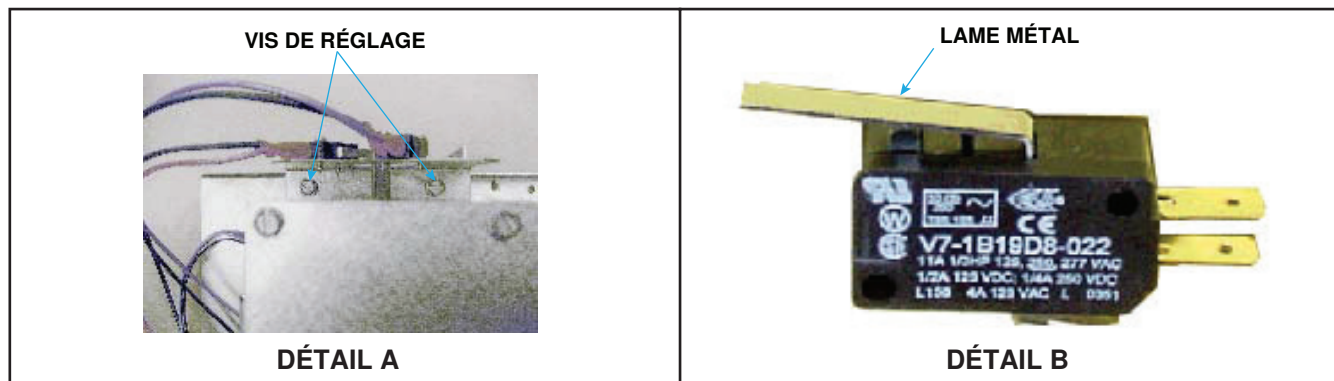

Figure 12. Réglage du commutateur de fin de course
9. Réglez le système de contrôle pour demander du chauffage et ajustez les paramètres de contrôle afin d'observer l'ouverture et la fermeture correctes du registre. Si la porte du registre ne se ferme pas complètement ou ne s'ouvre pas correctement, desserrez les vis de réglage indiquées sur la **Figure 12**, DÉTAIL A et faites glisser l'interrupteur d'extrémité d'avant en arrière jusqu'à obtenir un fonctionnement correct. Si nécessaire, pliez soigneusement la lame métallique illustrée à la **Figure 12**, DÉTAIL B.